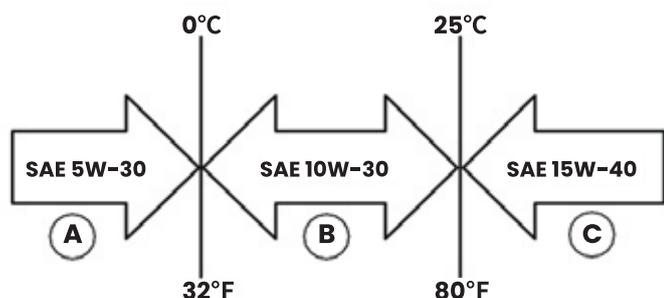

Figura 11: Olio consigliato
1. Utilizzare solo l'olio motore specificato nella Figura 11.
7. Selezionare l'olio motore corretto come mostrato nella Figura 11.